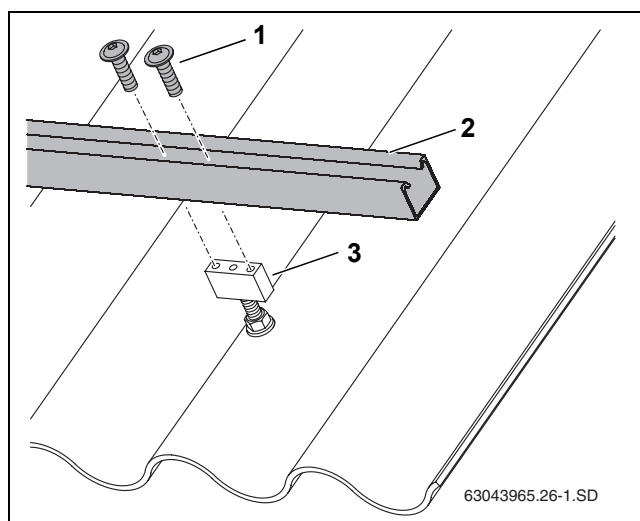

Fig. 24 Fijación del perfil guía al taco de retención
► Fije los perfiles guía (Fig. 24, [2]) con dos tornillos (Fig. 24, [1]) cada uno.